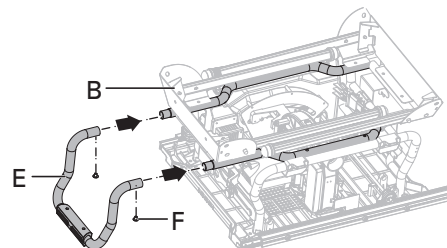

Fig. 2b
- Conecte los tubos del conjunto del caballete de soporte (E) a los tubos correspondientes (ubicados en el lateral del almacenaje de la llave de tuercas de la cuchilla) en el conjunto del soporte (B) y alinee los orificios. Inserte los tornillos de cabeza plana redonda M8 x 10 (F) en el orificio y apriételes con una llave hexagonal de 5 mm (Fig. 2b).